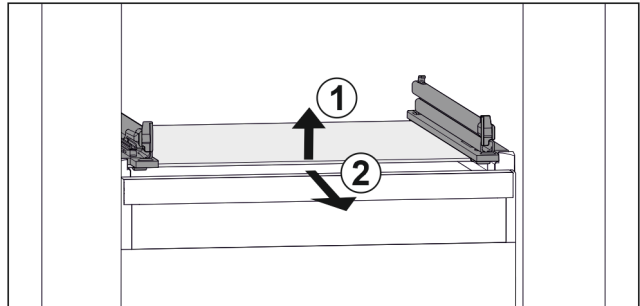

Fig. 76 Примерное отображение стеклнной пластины
- ▶ Приподнимите стеклнную пластину спереди. Fig. 76 (1)
- ▶ Извлеките стеклнную пластину движением вперед. Fig. 76 (2)